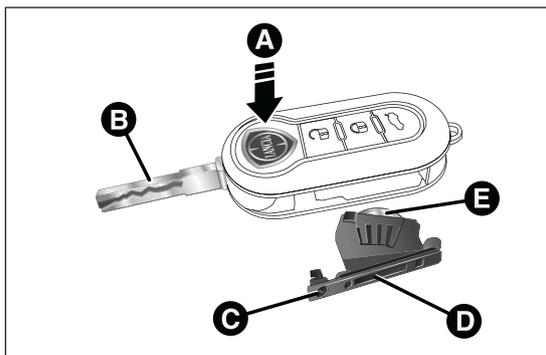

fig. 14
- premere il pulsante A fig. 14 e portare l'inserto metallico B in posizione di apertura;